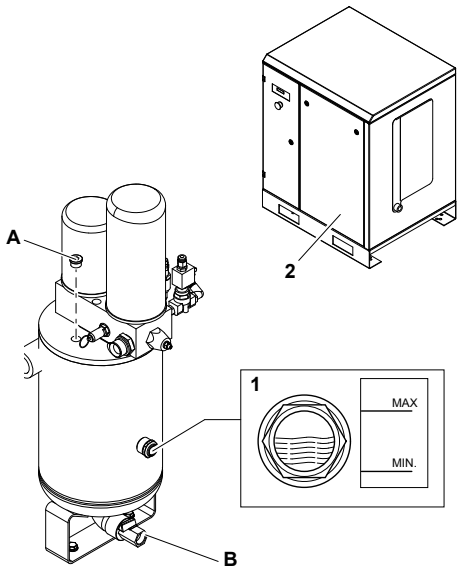

Рис. 6.1
- Убедиться в отсутствии сжатого воздуха внутри масловоздушного ресивера: отвинтить кран A (см. рис.6.1) и полностью спустить воздух.
(см. рис. 6.1)
(см. рис. 6.1)**